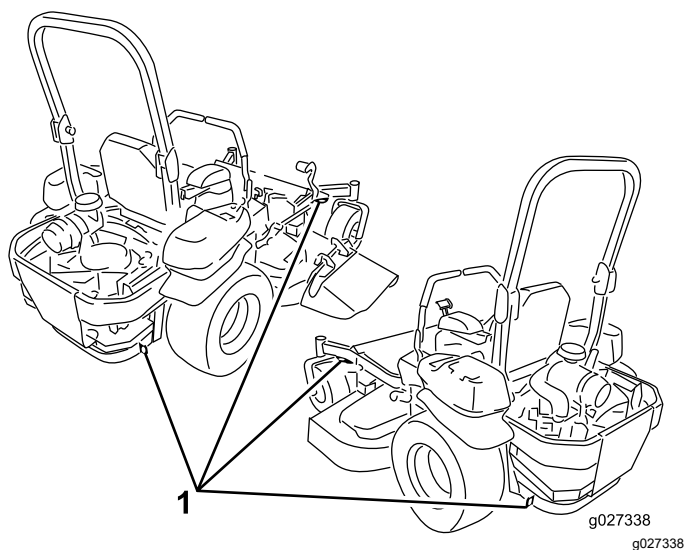

Figure 37
6. Arrimez la machine près des roues pivotantes avant et du cadre arrière à l'aide de sangles, chaînes, câbles ou cordes (Figure 37). Reportez-vous à la réglementation locale concernant les exigences en matière d'arrimage.